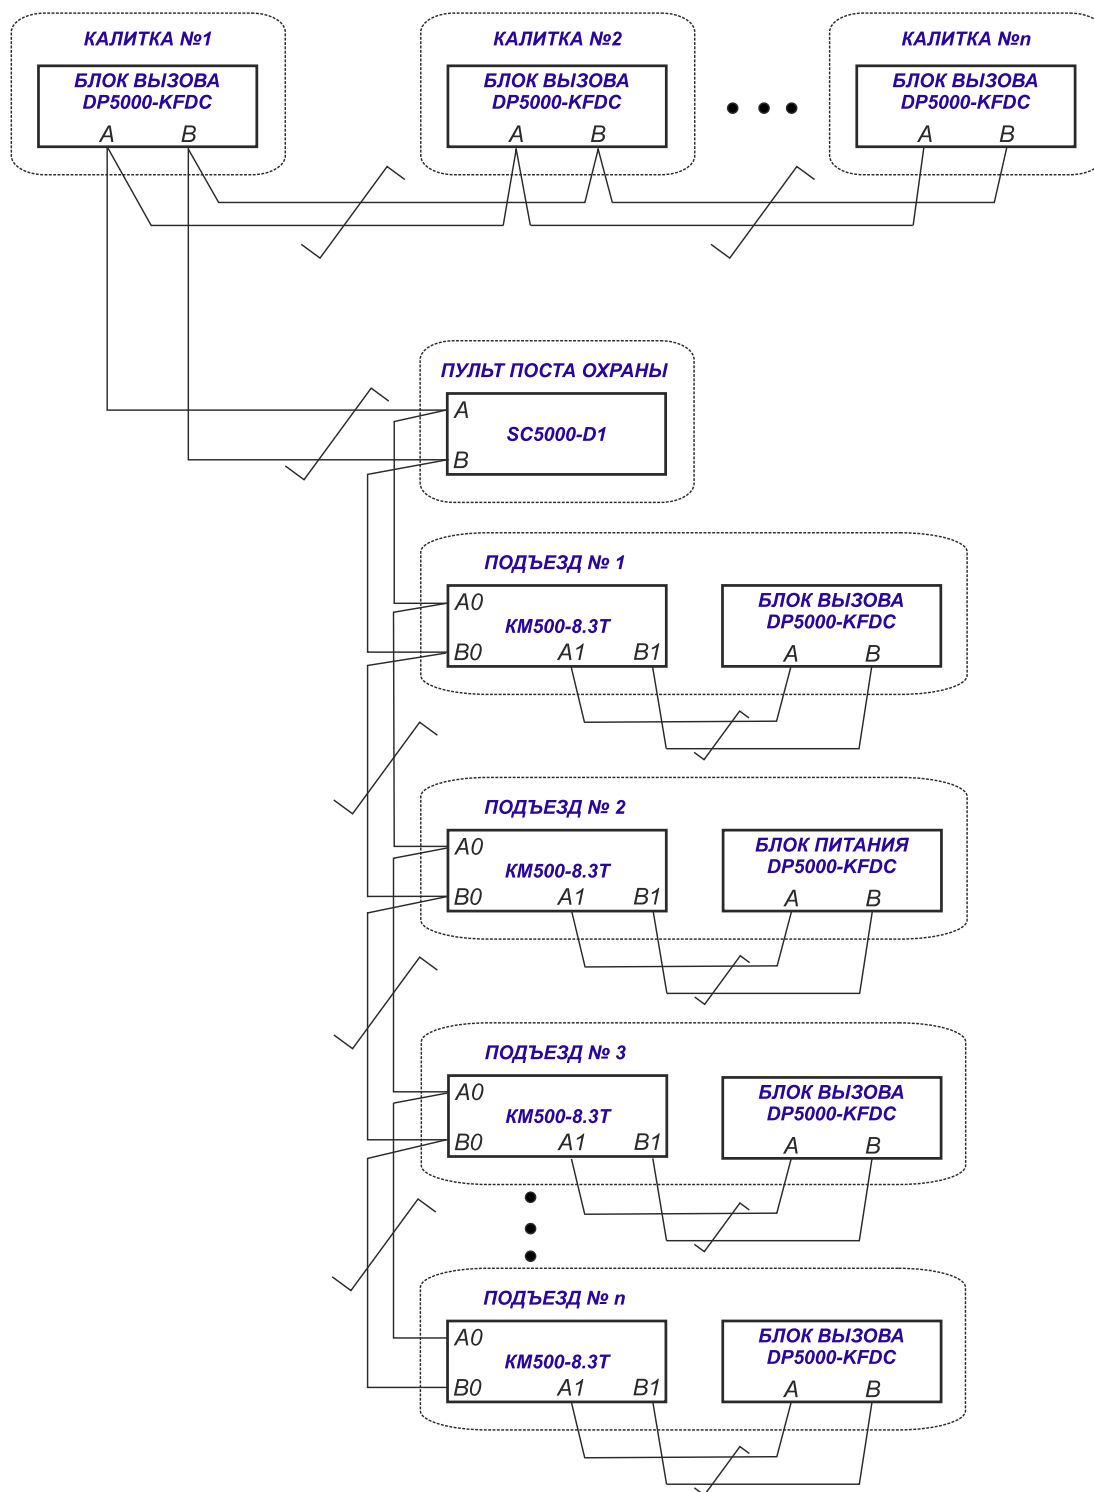

Рисунок 6 – Пример схемы подключения подъездных и калиточных БВ к двум линиям управляющего интерфейса
1. Провода «А» и «RA», «В» и «RB» для БВ (Калитка №n), (Подъезд №1...Подъезд №n), (Калитка №n-2), (DP5000 репитер.) должны быть соединены между собой т.к. эти устройства являются оконечными (см. рисунок 6).